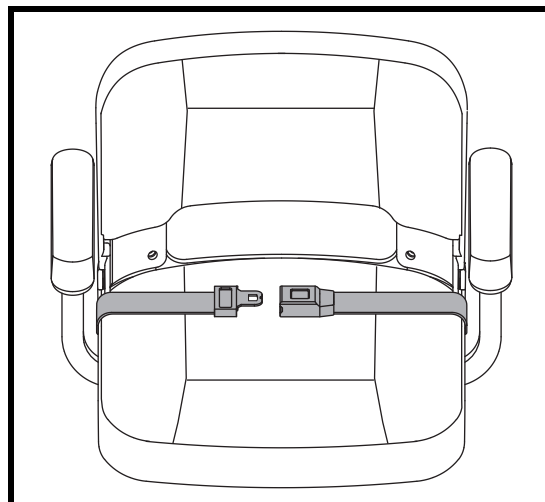

Figure 22. Ceinture de positionnement - De type attache in métal
Votre Travel Scooter peut être équipé d'une ceinture de positionnement de type automobile réglable pour votre confort. **Voir les figures 22 ou 23.** La ceinture de positionnement est conçue pour supporter et empêcher le conducteur de glisser ou d'avancer sur le siège. La ceinture de positionnement n'est pas une ceinture de sécurité.
1. Insérez l'onglet de la ceinture côté droit dans la boucle de ceinture côté gauche jusqu'à ce que vous entendiez le "clic". **Voir la figure 22.**